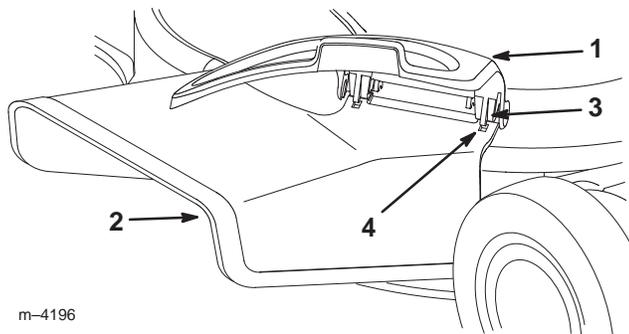

Figure 39
- Soulever le couvercle d'éjection latérale (Fig. 39).
- Glisser l'éjecteur sur l'ouverture, en insérant les fentes de l'éjecteur sur les pattes du dessous du couvercle (Fig. 39).
- Soulever le couvercle d'éjection latérale et retirer l'éjecteur latéral (Fig. 39).